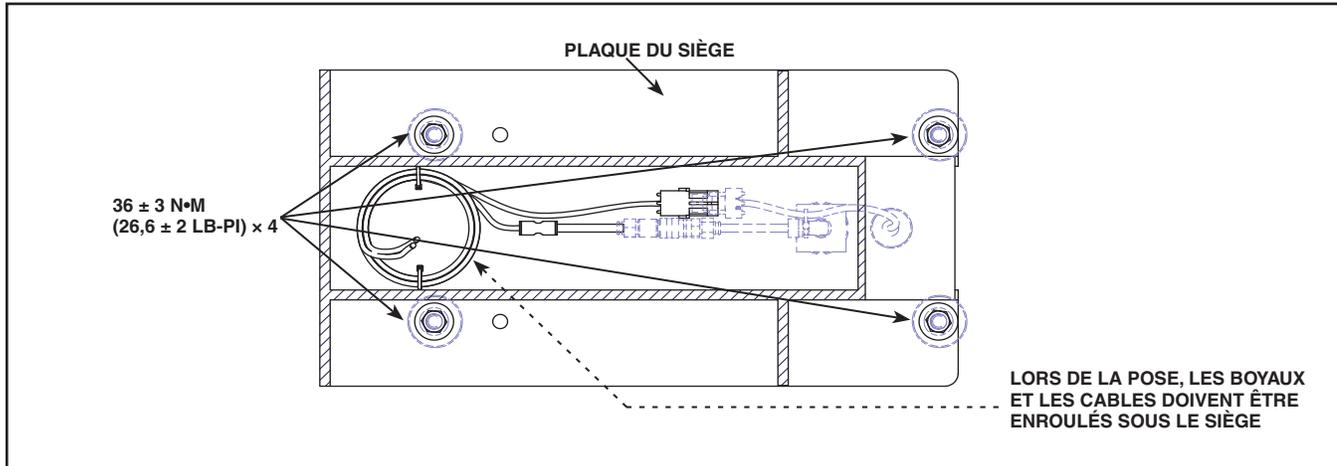

Figure 2 - Installation du siège du conducteur
L'assise du siège est fixée au plancher à l'aide de quatre boulons. Sous cette assise se trouve le passe-cloison du siège, qui relie la conduite d'alimentation d'air provenant du collecteur pneumatique à la conduite alimentant les composants pneumatiques du siège. Le passe-cloison, installé en partie sous le niveau du plancher, présente à son extrémité supérieure un raccord rapide. Voir Figure 2.
1. Retirer la conduite d'alimentation du raccord rapide situé sous le siège. Voir Figure 2.